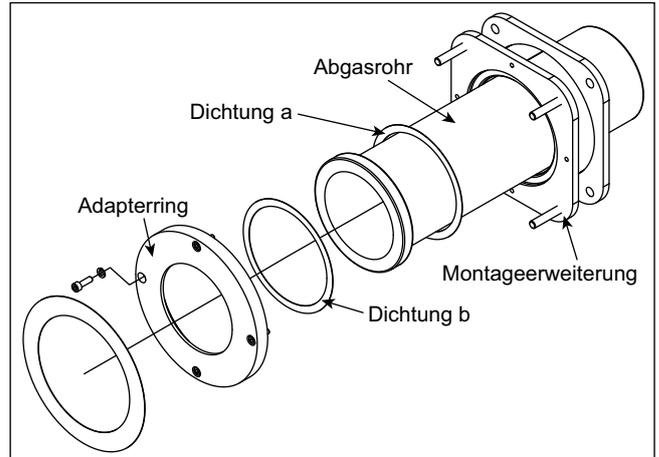

Abbildung 3.4
3. Setzen Sie Dichtung (b) am Flansch des Außenrohrs an. Verwenden Sie Haftspray, um die Dichtungen zu fixieren. Siehe hierzu Abbildung 3.4.